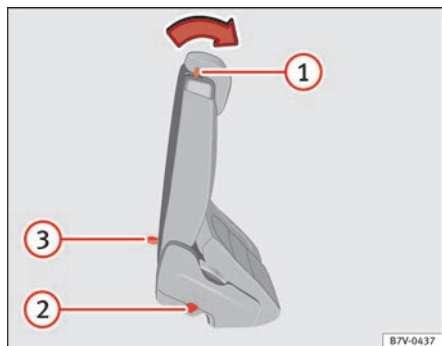

Abb. 81 Zweite Sitzreihe: Bedienelemente der Einstiegshilfe.
- Gegebenenfalls Gegenstände aus dem Fußraum der zweiten Sitzreihe entfernen ⇒ ④.
- Hebel ⇒ **Abb. 81** ① nach vorn drücken und Rücksitzlehne nach vorn klappen. Der komplette Rücksitz klappt nach vorn ⇒ ⚠ und kann in Längsrichtung noch weiter nach vorn geschoben werden.